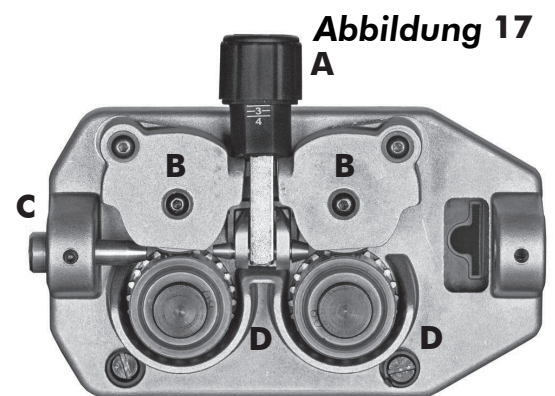

Abbildung 17
- Plastikdrehgriff lockern (A) und senken und die Drahthebel anheben (B) (Abb.17). Etwaige Drahrückstände aus der Drahhülle entfernen.
- Draht aus der Spule lassen und mit einer Zange so festhalten, der er sich nicht abwickeln kann. Das Ende vor dem Einführen in die Führung (C) ggf. gerade biegen. Draht so einführen, dass er über den unteren Rollen (D) verläuft und die Drahhülle eintritt.